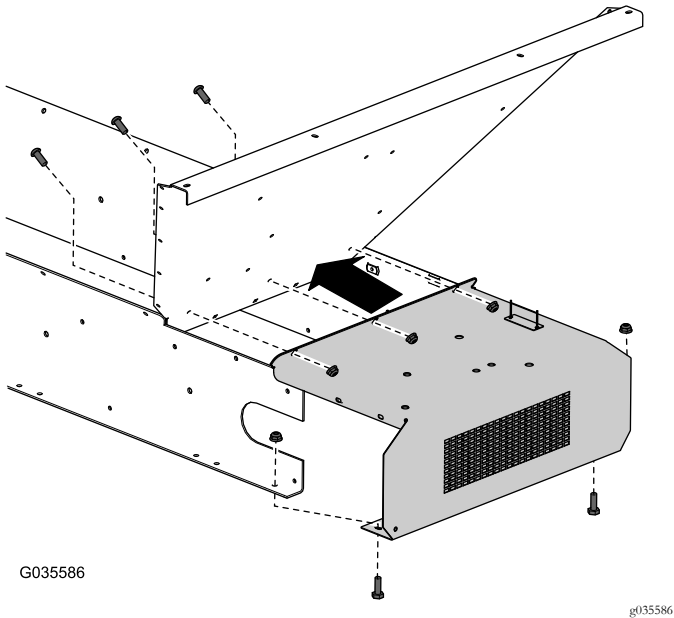

Figura 9
8. Instale a nova proteção da lavagem (Figura 9).